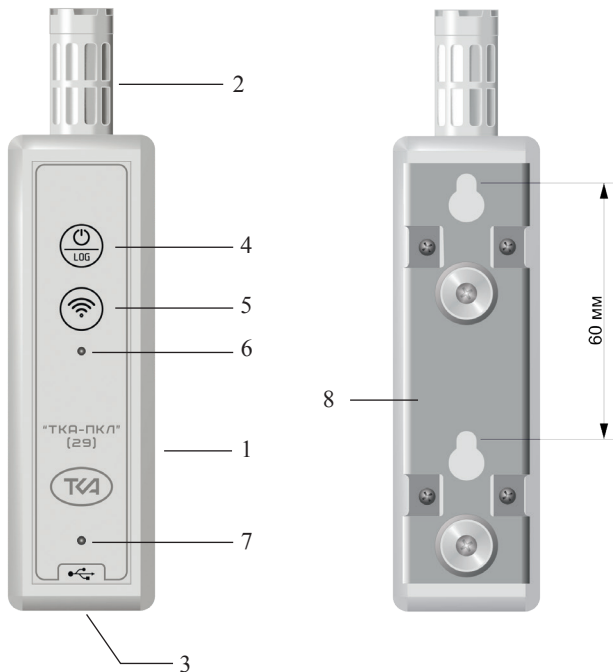

Рис.1 – Внешний вид прибора
На лицевой стороне корпуса прибора расположены: два светодиода состояний прибора и две кнопки управления (Рис.1).
Зонд с датчиками измеряемых параметров (2, Рис.1) установлен на верхней торцевой крышке корпуса. Разъём (3, Рис.1) предназначен для связи с ПК.
На обратной стороне корпуса расположено универсальное крепление (8, Рис.1), позволяющее устанавливать прибор на плоские, металлические (с помощью прикручиваемых к креплению магнитов, входящих в комплект поставки) или круглые поверхности (с помощью стяжек).
5.4 Включение прибора и его отключение производится однократным нажатием кнопки ВКЛ/ВЫКЛ (4, Рис.1). При этом светодиодный индикатор состояния (6, Рис.1) начнет гореть
Если необходимо включить/выключить передачу данных по Wi-Fi, то это у включенного прибора можно сделать однократным нажатием на кнопку (5, Рис.1). При этом светодиодный индикатор состояния начнет гореть синим цветом, а затем через некоторое время начнет мигать.
Если после включения прибора светодиодный индикатор состояния будет периодически гореть белым цветом, поставьте прибор на зарядку, подключив к прибору через разъем micro-USB запитанное зарядное устройство или внешний аккумулятор. Для отслеживания процесса заряда внутреннего аккумулятора на лицевой панели прибора расположен индикатор заряда (7, Рис.1), горящий красным цветом во время заряда и не горящий, если процесс заряда окончен.